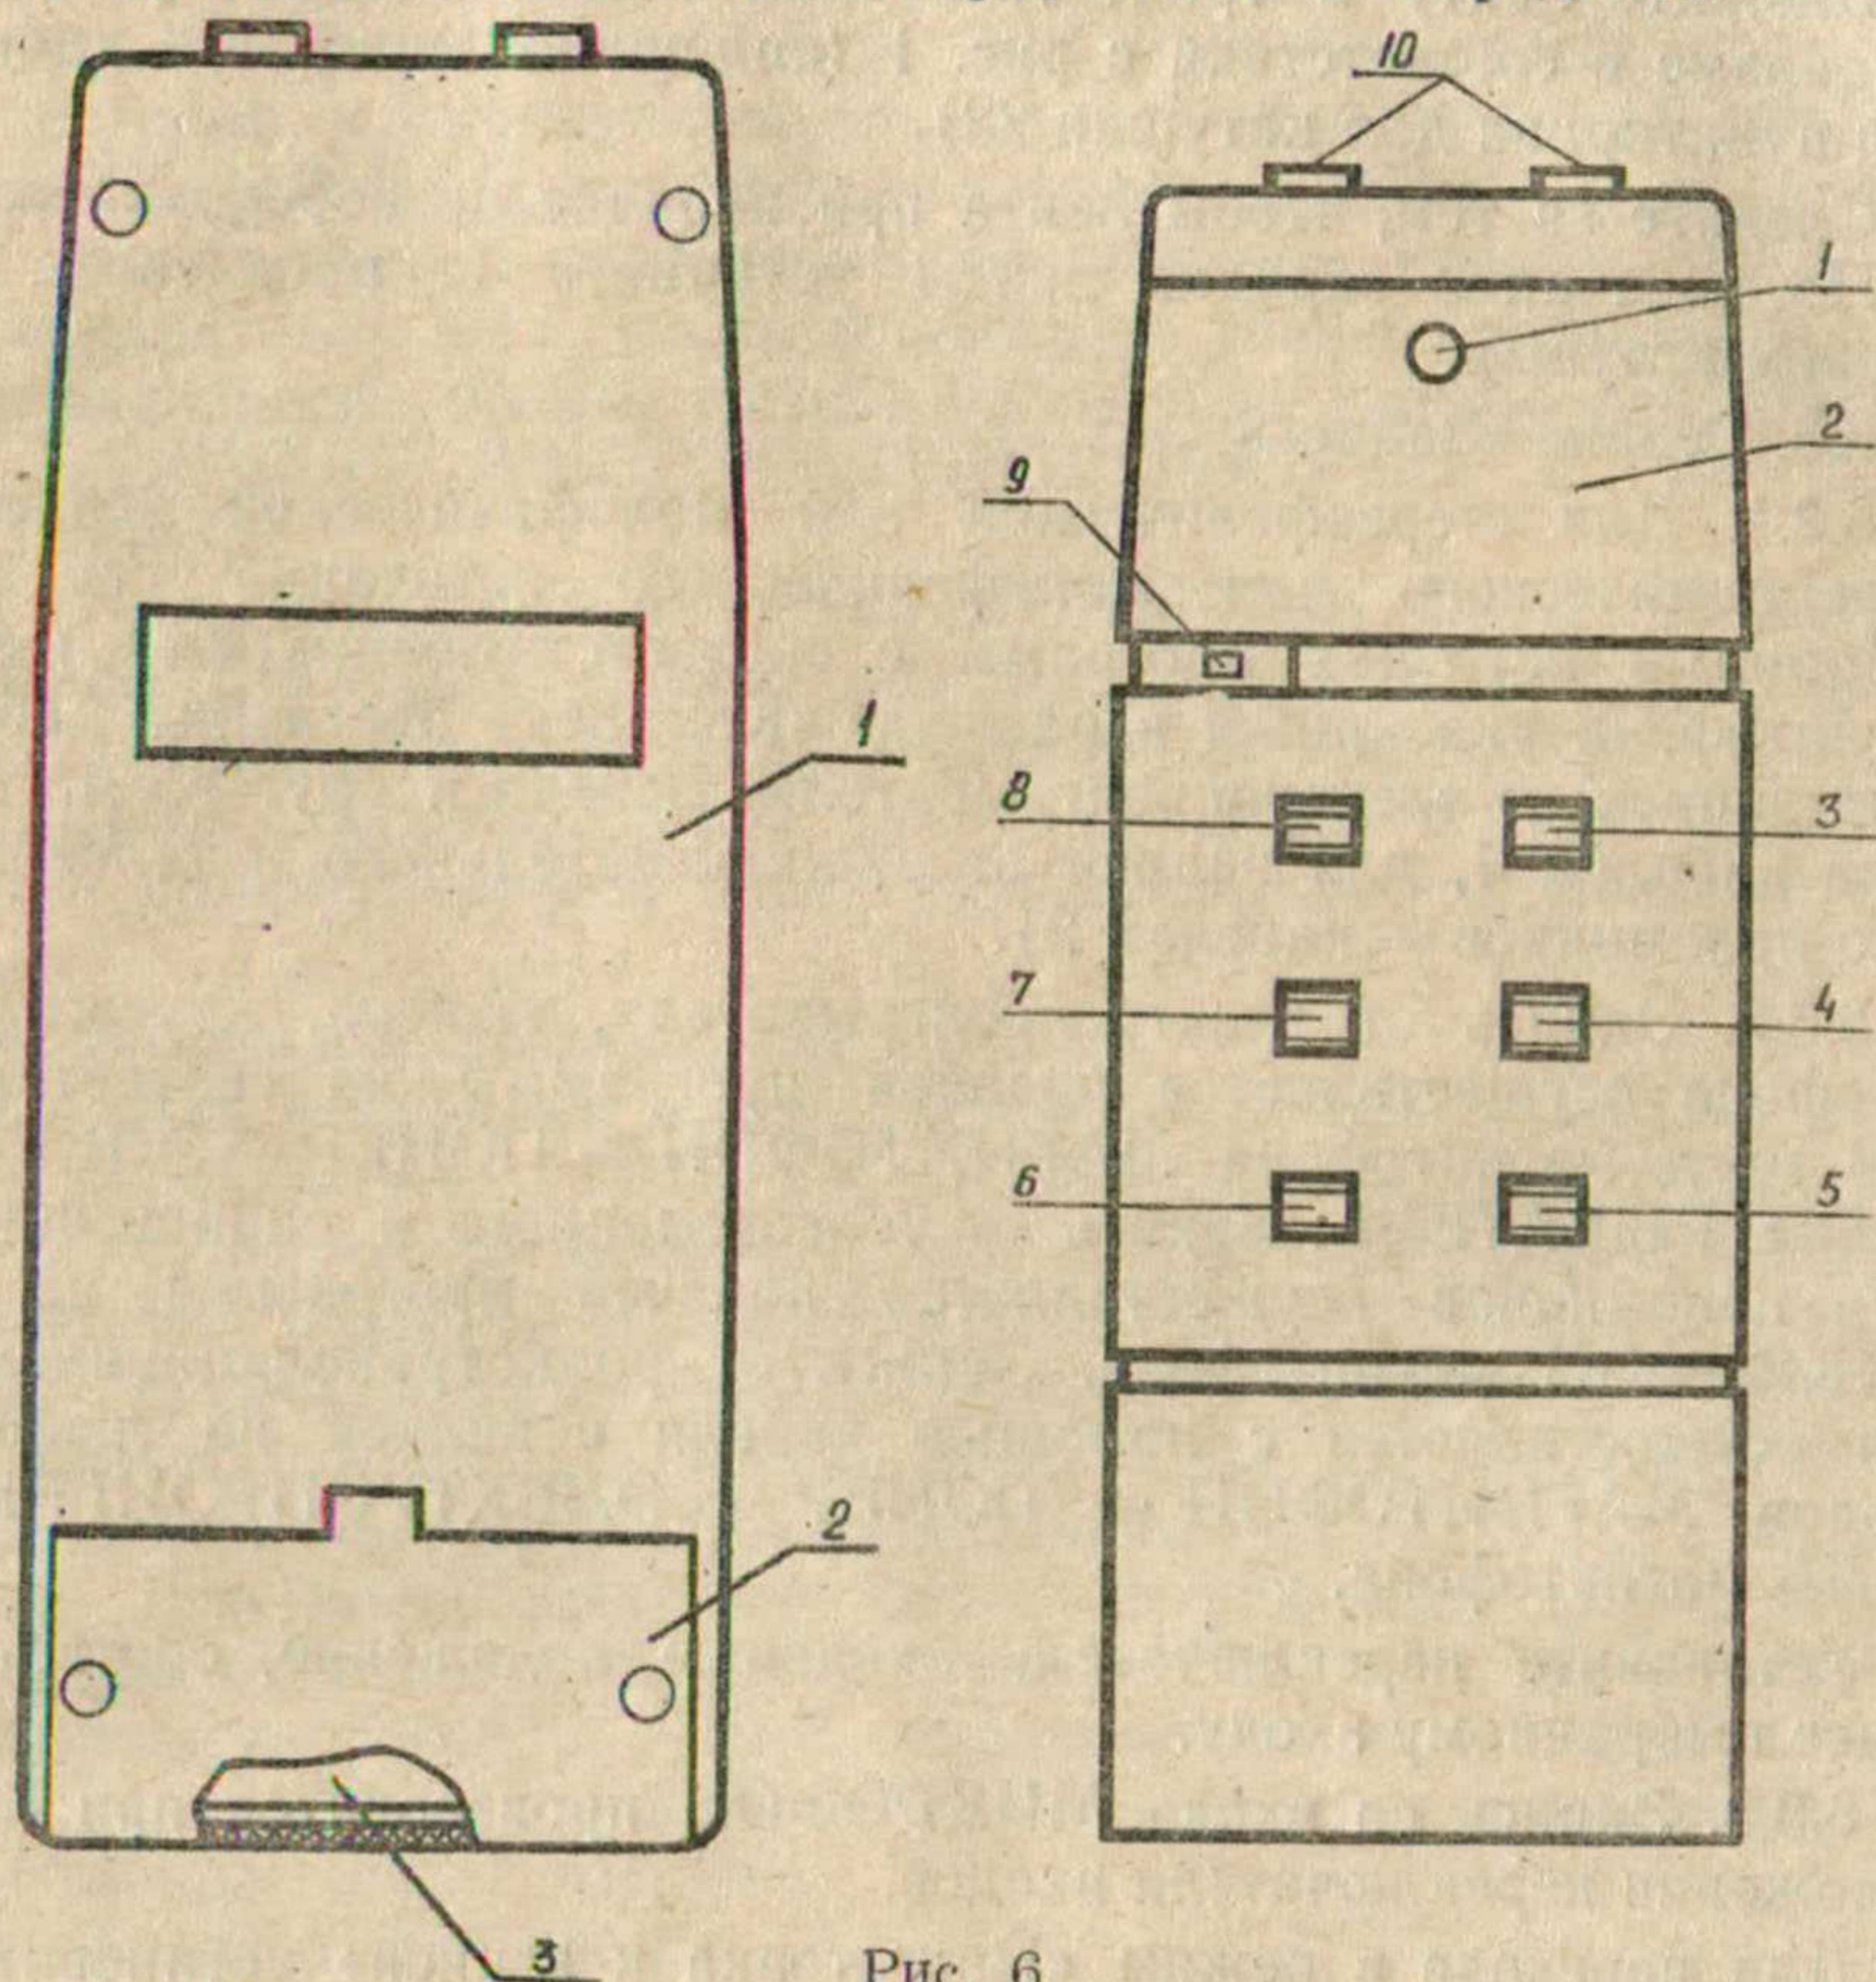

Рис. 6
5.6. Приемник и передатчик устройства дистанционного управления приведены на рис. 5 и рис. 6.